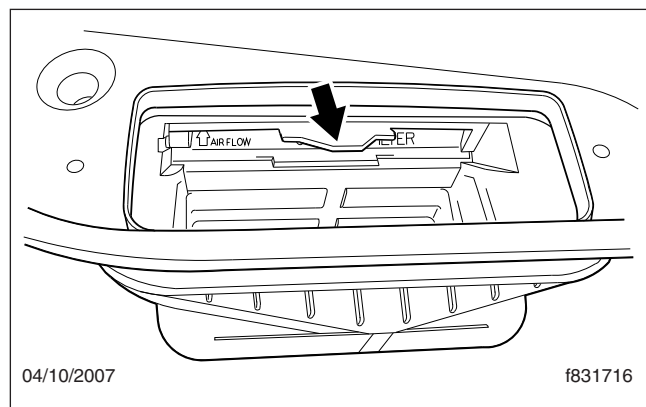

Figura 3, Apertura del seguro
4. Presione ligeramente sobre la manija de la bandeja del filtro para destrabar el seguro (vea la **Figura 3**) y deslice la bandeja y sáquela de la ranura en el pleno.